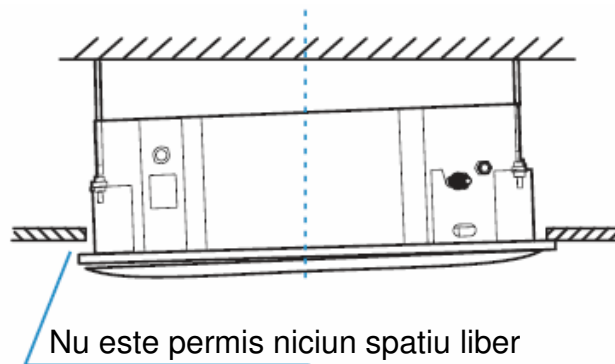

Figura 3.18
- Nu este permis niciun spatiu liber intre plafon si panou. A se vedea Figura 3.18.